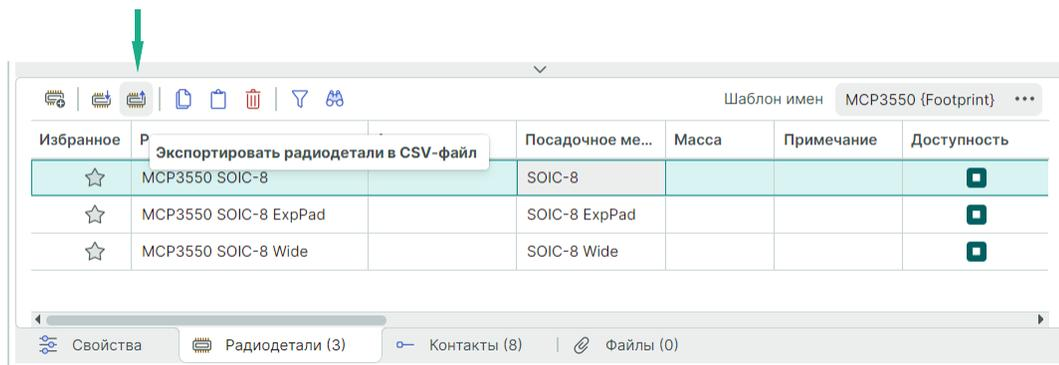

Рис. 334 Экспорт данных радиодеталей в csv – файл
1. Нажмите на символ  «Экспортировать радиодетали в CSV-файл» на вкладке «Радиодетали» редактора компонентов, см. Рис. 334.